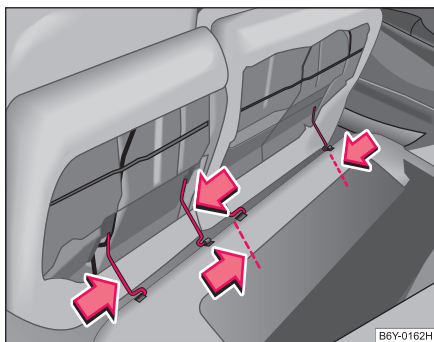

Fig. 51 Demontarea banchetei din spate
- Apăsăți pedicile metalice în direcția săgeților ⇒ Fig. 51 și scoateți bancheta din elementele de fixare.